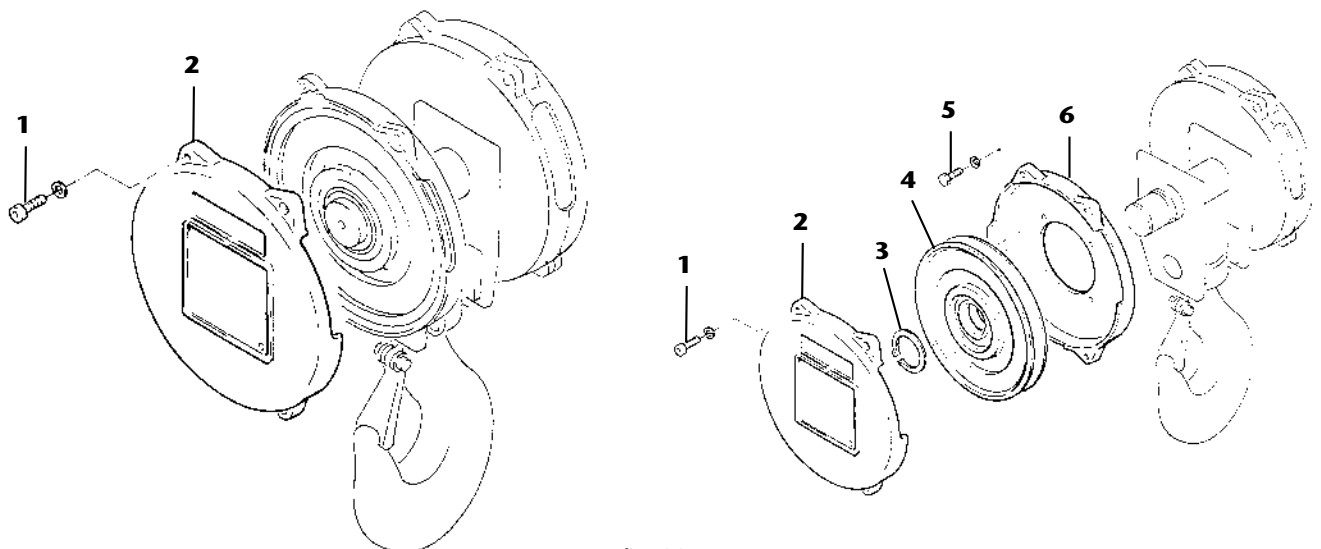

fig. 225
*Changement de la joue latérale de la moufle inférieure pour palans DRH 4 à 4 brins (fig. 225)**Joue latérale externe*